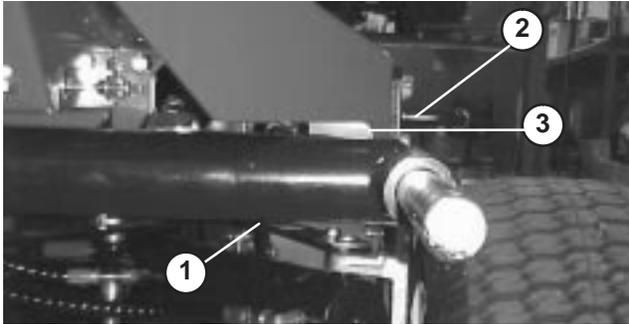
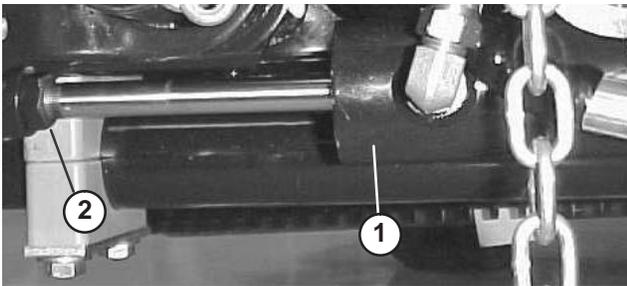
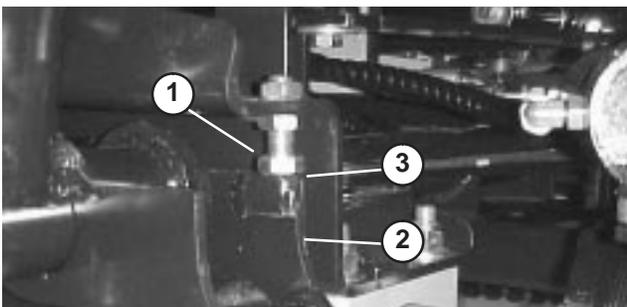

Figure 24
Figure 25
Figure 26
1. Mettez le moteur en marche, élevez les bras de levage et vérifiez que l'écartement entre chaque bras de levage et le support de la plaque de plancher est compris entre 4,6 et 8,1 mm (Fig. 24). Si ce n'est pas le cas, reculez les boulons d'arrêt (Fig. 26) et réglez le vérin de manière à obtenir l'écartement voulu. Pour régler le vérin, reculez l'écrou de blocage sur le vérin (Fig. 25), retirez l'axe à l'extrémité de la tige et tournez la chape. Posez l'axe et vérifiez l'écartement. Répétez la procédure au besoin. Serrez l'écrou de blocage de la chape.
2. Vérifiez que l'écartement entre le bras de levage et le boulon d'arrêt est compris entre 0,12 et 1 mm (Fig. 26). Si ce n'est pas le cas, réglez les boulons d'arrêt de manière à obtenir l'écartement voulu.